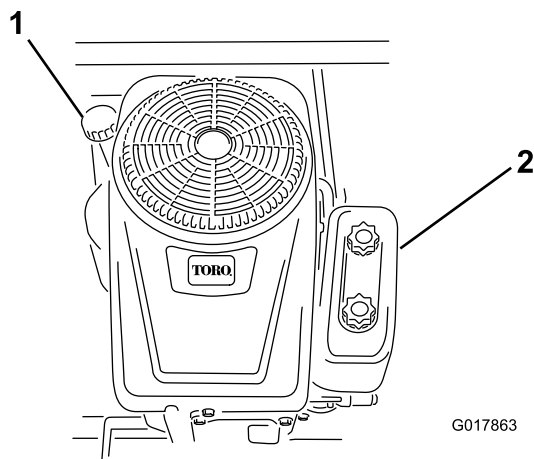

Bild 30
4. Reinigen Sie den Bereich um den Ölpeilstab (Bild 30), damit kein Schmutz in den Einfüllstutzen gelangen und den Motor beschädigen kann.
- Gießen Sie ca. 80 % der angegebenen Ölmenge langsam in den Einfüllstutzen (Bild 30). Prüfen Sie den Ölstand; siehe Prüfen des Ölstands“.